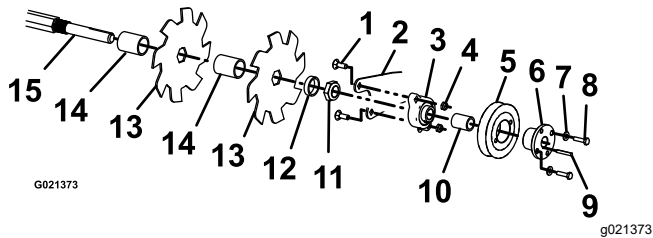

Figure 27
9. Retirez les 4 boulons de carrosserie et contre-écrous qui fixent les lames (Figure 27) et les déposer du support de fourche.
10. Retirez les 2 boulons et rondelles qui fixent la poulie au roulement. Desserrez les vis sur le roulement et sortez la clavette de l'arbre (Figure 27). Déposez le roulement et la poulie en retirant les fixations du roulement sur le support de fourche.